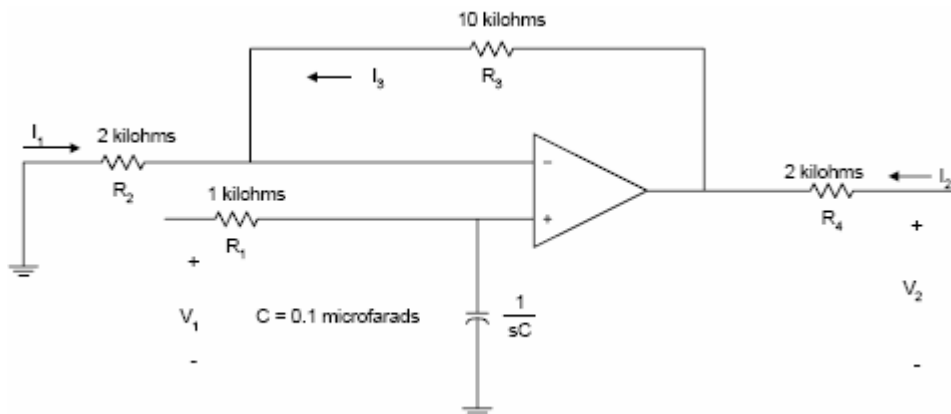

图 4.2 运放电路
1、对于如下图 4.2 所示的电路图, 假设图中的运放器是理想的, 求解: